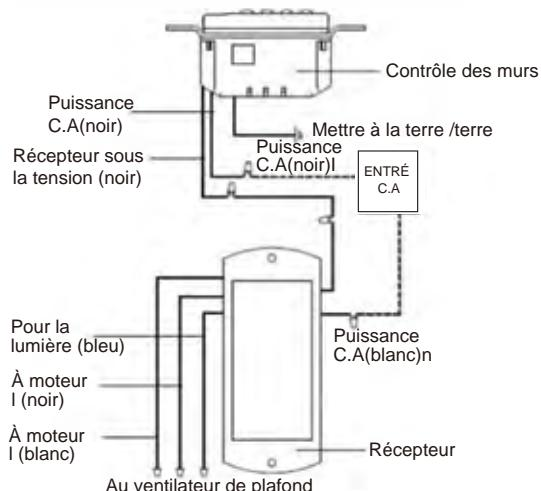

Fig. 33
Étape 2. Faire les connexions électriques comme indiqué dans Fig33. Si votre boîte de sortie a un sol (Cuivre vert ou nu) relient directement le fil graound de l'émetteur à l'une des vis de la boîte de sortie. Sécurisez toutes les conncetions de fil avec les écrous en plastique de fil fournit.